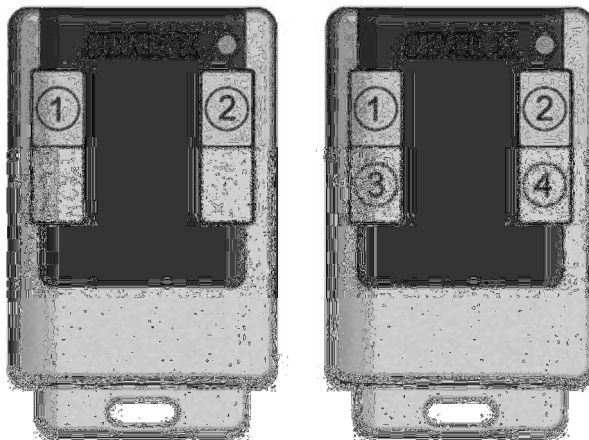

Figura 4-4
Il controllo remoto della porta prevede l'utilizzo di trasmettitori portatili (Figura 4-4). Questi trasmettitori possono essere bicanale o quadricanale ed inviano il segnale ai rispettivi ricevitori ad auto-apprendimento (ricevitore bicanale integrato o ricevitore quadricanale per esterno). Il ricevitore bicanale si trova inserito nella scheda elettronica della motorizzazione e ha il primo canale già predisposto per l'apertura/stop/chiusura a distanza, mentre il secondo canale è utilizzabile allacciandosi ai morsetti del relé. Il ricevitore quadricanale per esterno è fornito in un contenitore di plastica e può essere installato internamente o esternamente al garage. I trasmettitori sono forniti "pronti per l'uso", in quanto il codice crittografato (personale e segreto) proprio del trasmettitore è già stato autoappreso dal ricevitore. Il funzionamento è di tipo "ad impulso". Questo vuol dire che la funzione di apertura/stop/chiusura della porta è svolta da un unico tasto (1) del trasmettitore: con il primo "clic", si ha l'apertura della porta, mentre il successivo ne determina l'arresto o la richiusura (se la porta è aperta). Gli altri tasti ((2)–(3)–(4)) possono essere impiegati per il comando a distanza di altre utenze. Per esempio quando il secondo canale è usato per attivare una luce, è richiesto di attivare il modo di operazione ON-OFF invece di quello ad impulso.